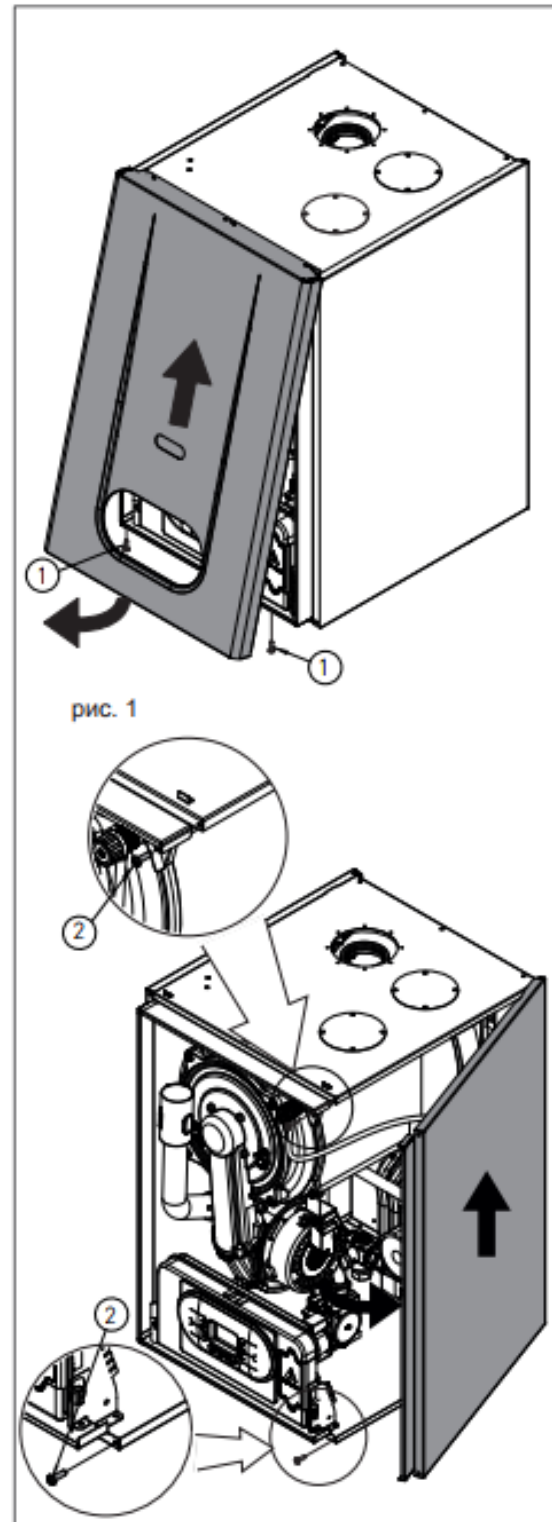

рис. 1
- > Возьмитесь за переднюю панель снизу, и потяните ее на себя (А на рис. 1) и вверх (В на рис. 1), чтобы снять панель.
- > Снимите крепежные винты (поз. 2 на рис. 1) и нижнюю кромку (поз. 3 на рис. 1), размещенные спереди на боковой панели.
- > Возьмитесь за панель снизу, сдвиньте ее вбок (С на рис. 1) и потяните вверх, (D на рис. 1) чтобы снять панель.